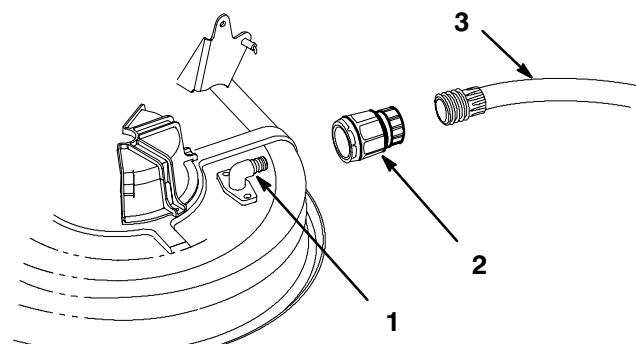

Figure 54
2. Vissez le raccord de lavage sur un tuyau d'arrosage, branchez-le à l'embout de lavage du carter de tondeuse, et ouvrez l'eau en grand (Fig. 54).